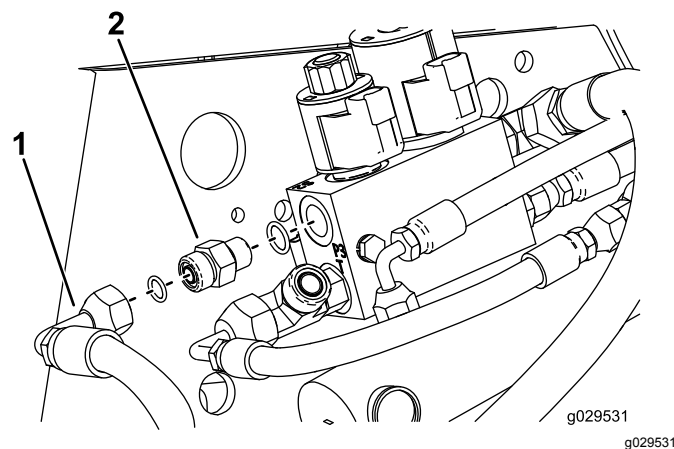

図 19
7. バルブに油圧バルブフィッティングを取り付ける図 19。
10. ホースのフィッティングをストレートフィッティングに固定する 図 19。